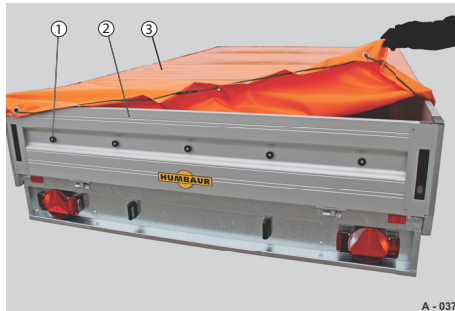

Abb. 59 Flachplane aufziehen
- Flachplane (Abb. 59/3) mit der Unterseite nach unten auf die Bordwände (Abb. 59/2) aufspannen.
- Flachplane mit Sicherungselementen (Abb. 59/1) sichern.
- Sicherungselemente (Abb. 59/1) der Flachplane entsichern.